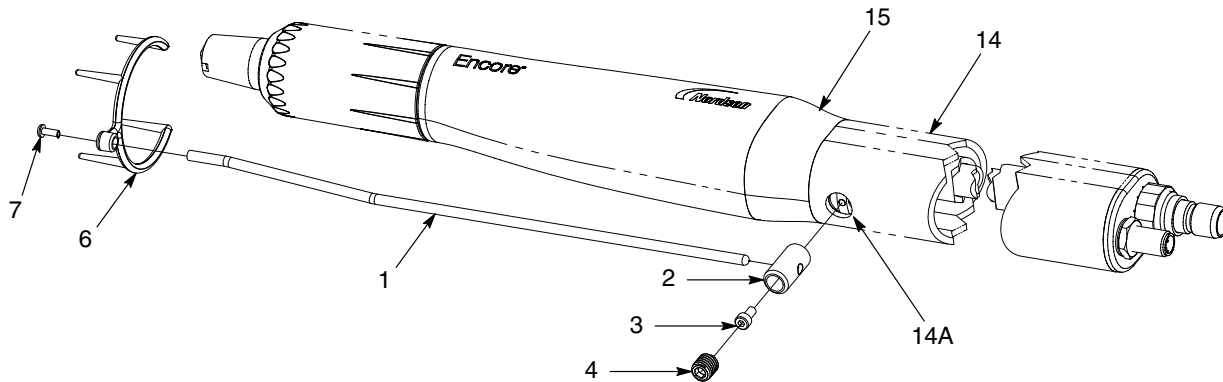

Figura 3 Instalação do colector de iões - pistola com tubo de suporte
2. Consulte a figura 3. Insira o terminal (2) através do furo de montagem (14A) e fixe-o à placa de ligação à terra do conjunto da parte traseira do corpo (15) com o parafuso de sextavado interior (3).
3. Insira a vara do colector (1) no terminal e fixe-a com o parafuso de fixação M10 x 10 (4) com ponta de nylon.
4. Ligue a ponta de pontos múltiplos (6) à vara do colector (1) usando o parafuso M3 x 8 (7).